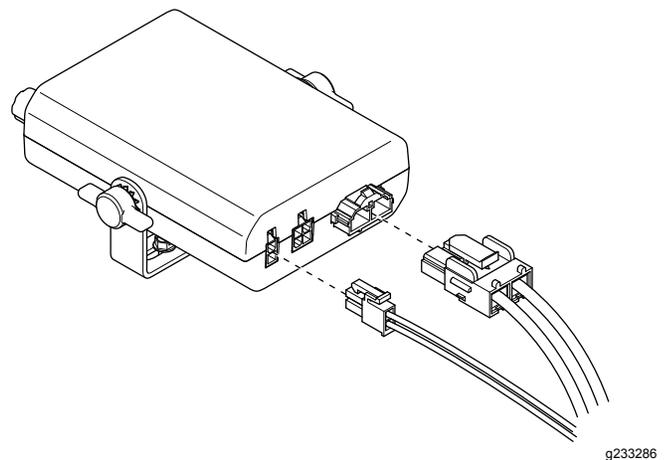

Bild 6
3. Verbinden Sie den Kabelbaum des Steuergerätes mit dem Anschluss des Steuergerätes (Bild 6).